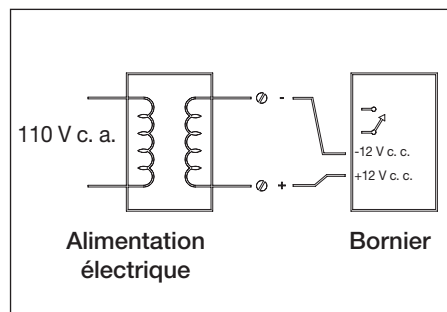

Figure 12
5. Procéder au câblage (le fil est fourni par l'installateur. Du fil de thermostat est acceptable) entre le connecteur de la carte de circuit imprimé verte et l'alimentation électrique, en respectant la polarité, comme illustré sur le module d'alimentation et le panneau de contrôle. [+ vers + et - vers -] **Figure 12**